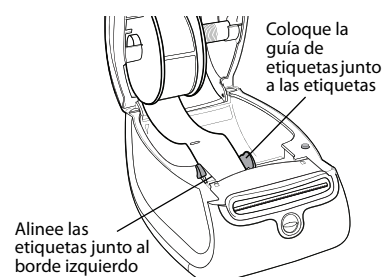

Ilustración 4
- Para cargar las etiquetas, inserte el borde izquierdo de la etiqueta en el borde izquierdo de la ranura de alimentación de etiquetas. Vea la Ilustración 4.
- 7 Alinee el borde izquierdo de la etiqueta con el borde izquierdo de la ranura de alimentación de etiquetas e introduzca la etiqueta en la ranura. Vea la Ilustración 4.
- 8 (Sólo 450, 450 Turbo, Duo y Twin Turbo)** Deslice la guía de etiquetas hacia la izquierda hasta que quede alineada con el borde derecho de la etiqueta. Vea la Ilustración 4.